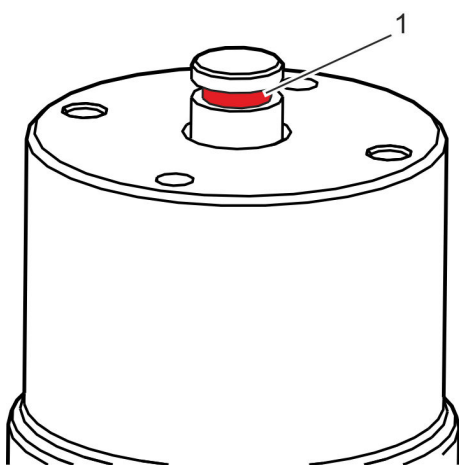

Abb. 33: Kerbe am Führungsstück
1. ➤ Zwei Schlitzschraubendreher gegenüberliegend in die Kerbe (Abb. 33/1) des Führungsstücks einsetzen.